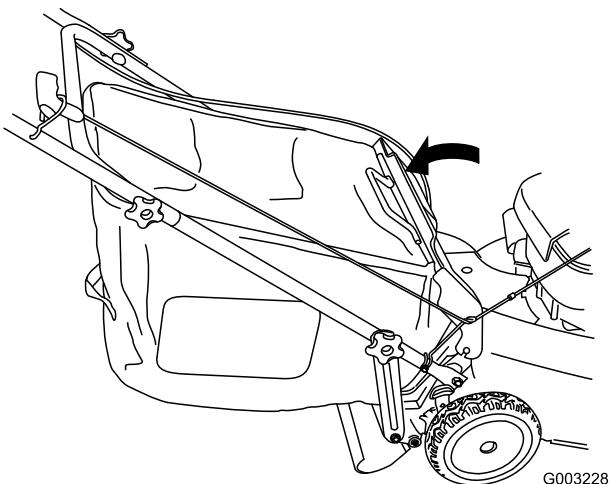

Figura 37
- Abbassate lo sportello posteriore (Figura 37).